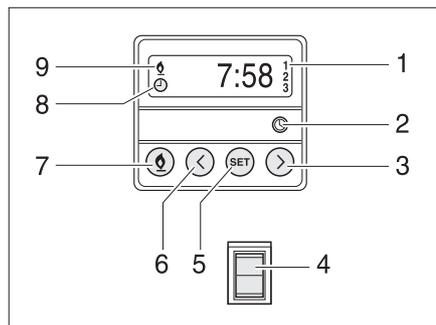

Fig. 197 Unidad de mando para la calefacción auxiliar
- Pulsar la tecla (Fig. 197,7). El funcionamiento de la calefacción se indica con el símbolo (Fig. 197,9). El ventilador apenas se conecta con una temperatura del agua de refrigeración de 30 °C.
- Pulsar la tecla (Fig. 197,7). Se apaga el símbolo (Fig. 197,9).
- Pulsar el interruptor (Fig. 197,4) por abajo. Se precalienta el motor. El ventilador se conecta inmediatamente.
- Pulsar el interruptor (Fig. 197,4) por arriba. El motor permanece frío.
- Pulsar la tecla (Fig. 197,2). El ajuste de la hora se indica con el símbolo (Fig. 197,8).
- Ajustar la hora con las teclas (Fig. 197,3 y 6).
- Pulsar la tecla (Fig. 197,5).
- Ajustar en 10 segundos el tiempo de conexión con las teclas (Fig. 197,3 y 6).
- Pulsar la tecla (Fig. 197,5) tantas veces como sea necesario hasta que aparezca en el display el número de programación (Fig. 197,1).